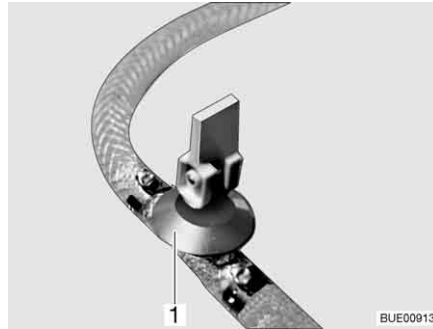
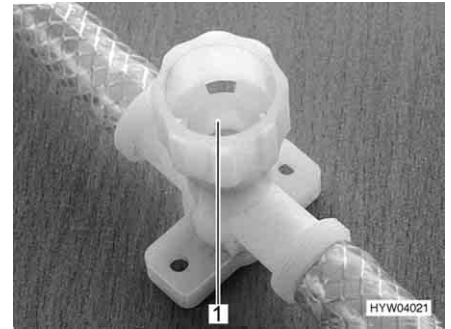

Bild 250 Ablasshahn (mit Kipphebel)
Bild 251 Ablasshahn (mit Drehkappe)
- Alle Ablasshähne öffnen. Dazu den Kipphebel des Ablasshahns (Bild 250,1) senkrecht stellen oder die Kappe des Ablasshahns (Bild 251,1) entgegen dem Uhrzeigersinn drehen.